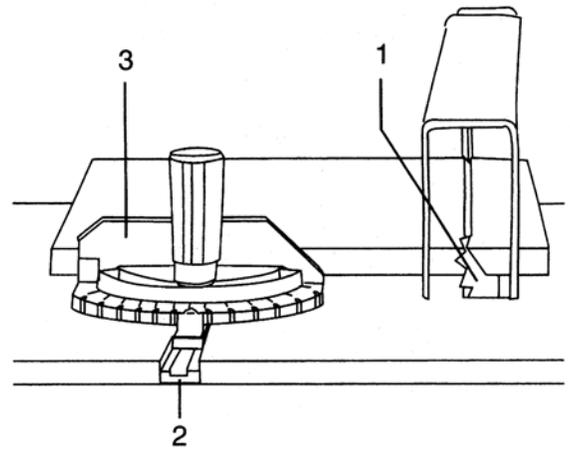

Fig. 29
1. Ajuste el disco (1) al ángulo deseado y apriete la perilla de seguridad (Fig. 29).
2. Siempre trabaje al lado izquierdo del disco. El calibrador (3) debe de estar en la ranura del lado izquierdo (2). No puede ser utilizado en el lado derecho al menos que el calibrador esté exacto, ya que interferiría con la guarda del disco.